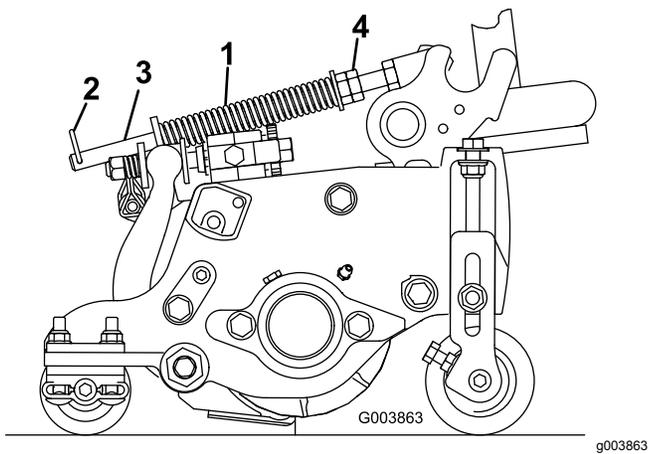

Figura 19
1. Asegúrese de que el pasador de horquilla está instalado en el taladro del extremo de la varilla del muelle (**Figura 19**).
- Apriete las tuercas hexagonales del extremo delantero de la varilla del muelle hasta que la longitud comprimida del muelle sea de 15,9 cm; consulte Figura 19.